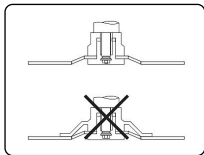

Figura 2
- g) Los discos con centro empotrado y diámetros de 100 mm a 230 mm deben ser montados en bridas con diámetros iguales (Figura 2).